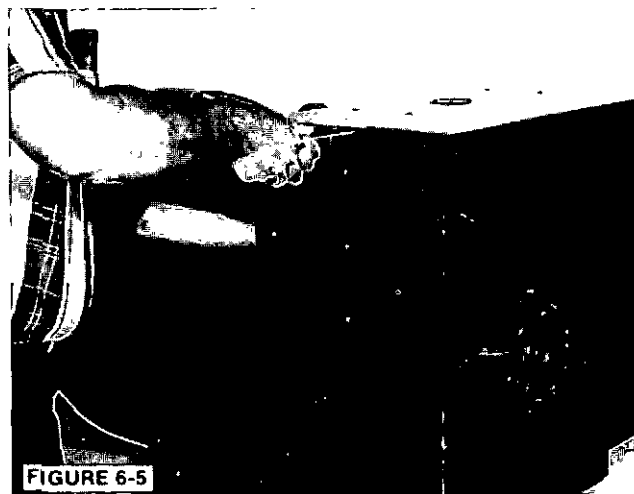

FIGURE 6-5
2. Démonter l'ensemble plaque support et régulateur ainsi que l'extension de la boîte à bornes (s'il y en a une). (Figure 6-5 et 6-6.)